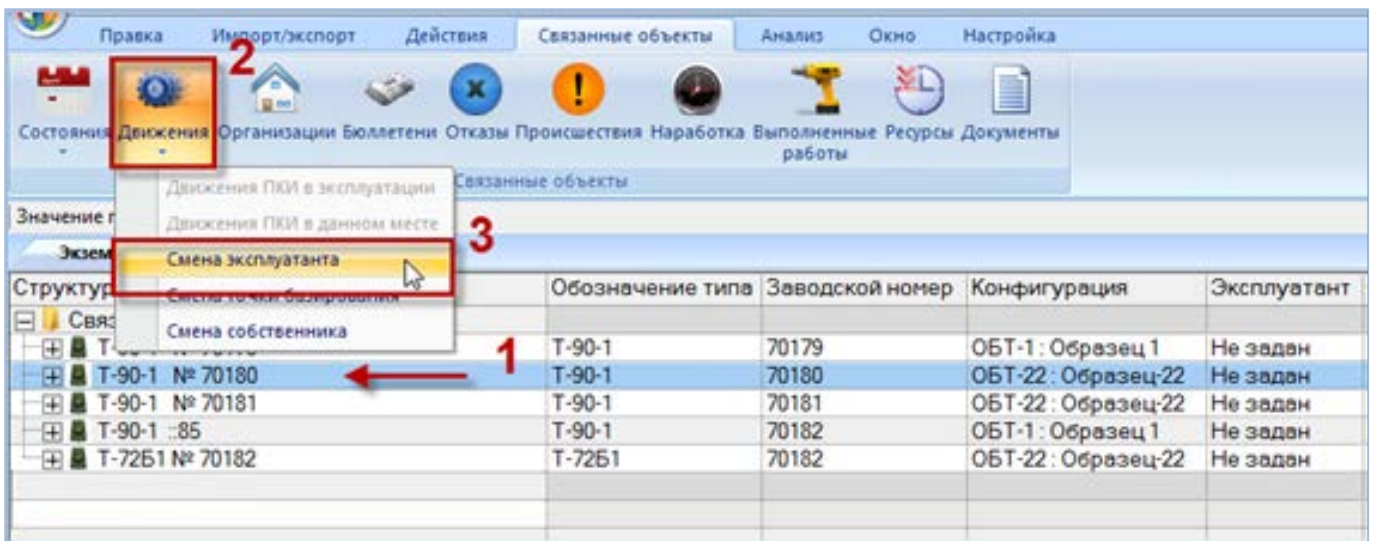

Рис. 22-32 – Открытие окна связанных объектов «Эксплуатант»
- 2) Выделить экземпляр ФИ (1 на рис. 22-32).
3) Нажать кнопку «Движения» панели «Связанные объекты» и из раскрывшегося списка выбрать пункт «Смена эксплуатанта» (2 и 3 на рис. 22-32).